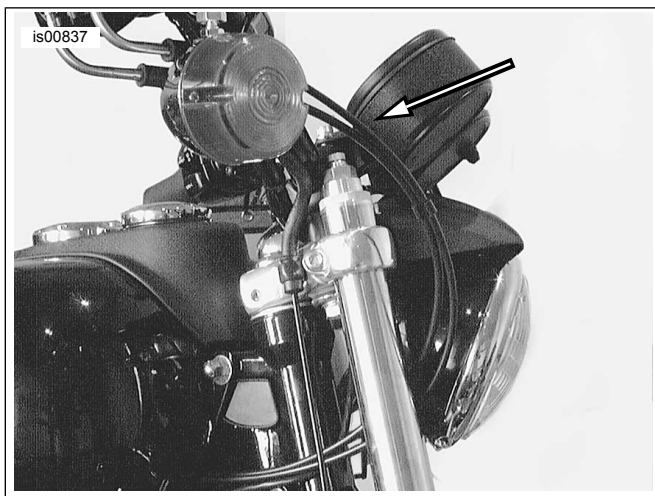

Figure 4. Acheminement du câble (modèles FXD, FXDX et FXDS-Conv)
**Modèles FXD, FXDX, FXDS-Conv :** Voir Figure 4 . Acheminer les câbles de manette des gaz et de commande de ralenti entre le phare et le tube de fourche avant droit, puis sous le côté droit du réservoir vers le carburateur.